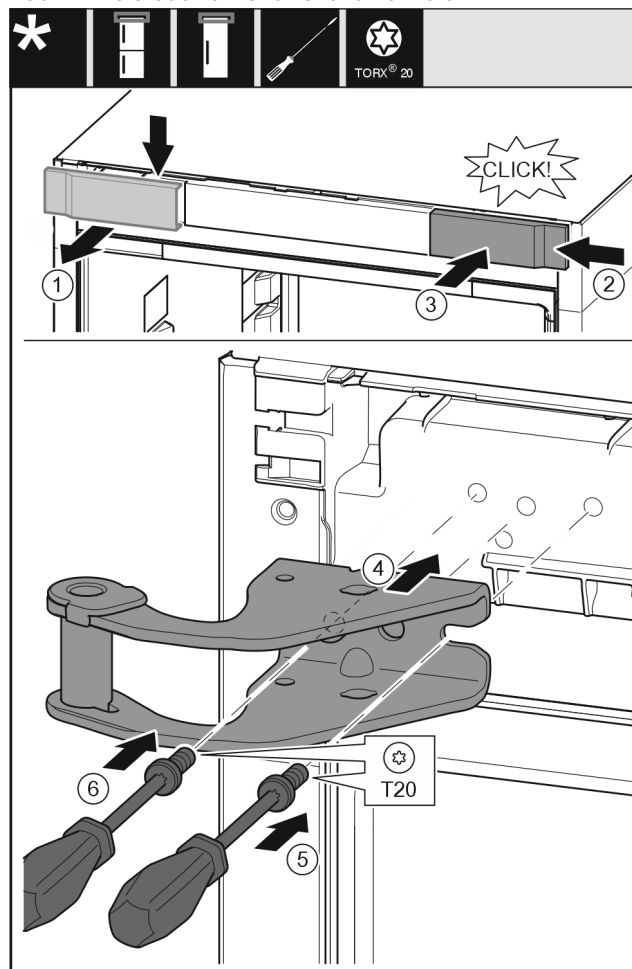

Fig. 11
- Odoberte kryt Fig. 11 (1) zhora dopredu.
- Zaveste kryt Fig. 11 (2) na druhú stranu sprava otočený o 180°.
- Zaklapnite kryt Fig. 11 (3).
- Nasadte hornú ložiskovú konzolu Fig. 11 (4).
- Nasadte skrutku Fig. 11 (5) a pevne ju zaskrutkujte skrutkovačom.
- Nasadte skrutku Fig. 11 (6) a pevne ju zaskrutkujte skrutkovačom.